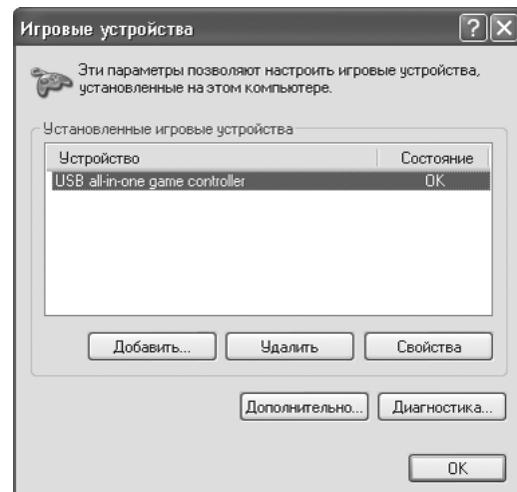

Рис. 4
- Установите манипулятор на ровной поверхности на присоски ⑩.
- Подключите устройство к свободному порту USB ПК с помощью встроенного кабеля USB ⑧. При подключении к ПК устройство автоматически определяется как игровое устройство и полностью готово к работе. Однако для включения функции вибродетекции необходимо установить драйверы.
- После подключения устройства к компьютеру на Desktop (рабочем столе) автоматически откроется окно «Игровые устройства», драйвер распознает устройство как «USB all-in-one game controller» (рис. 4).